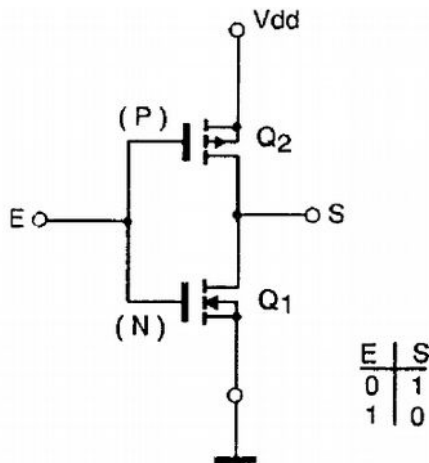

Figura 1 – Um inversor CMOS
Complementary MOS significa que em cada função temos configurações em que transistores de canal N e de canal P são usados ao mesmo tempo, ou seja, usamos pares complementares conforme mostra o diagrama do inversor lógico mostrado na figura 1. (O C de complementar significa o uso dos dois tipos de transistores)
No circuito indicado na figura 1, quando a entrada A estiver no nível baixo (0), o transistor Q2 conduz enquanto que Q1 permanece no corte. Isso significa que Vdd que é a tensão de alimentação positiva é colocada na saída o que corresponde ao nível alto ou 1.